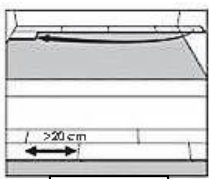

Bild 2
- Inled den andra raden med den avkapade biten från den första raden (bild 2). Om den avkapade biten är kortare än 20 cm, använd den inte. Börja istället med en ny planksektion som är minst 20 cm lång, så att det blir ett avstånd på minst 20 cm mellan ändskarvarna på de intilliggande plankraderna.